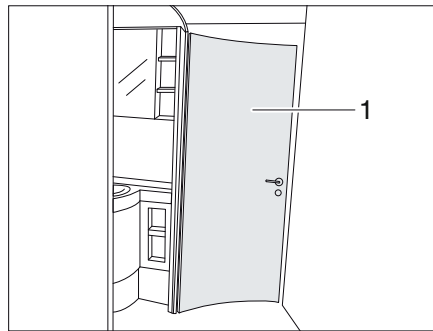

Bild 165 Raumbad
Die Tür des Toilettenbereichs (Bild 165,1) lässt sich je nach Ausstattung in 1-3 verschiedenen Öffnungsweiten zu einem Raumbad arretieren. Je nach gewählter Öffnungsweite werden verschiedene Raumteile miteinander verbunden.
- ▷ Die Tür des Toilettenbereichs (Bild 165,1) darf während der Fahrt nicht als Raumtrenner verwendet werden.